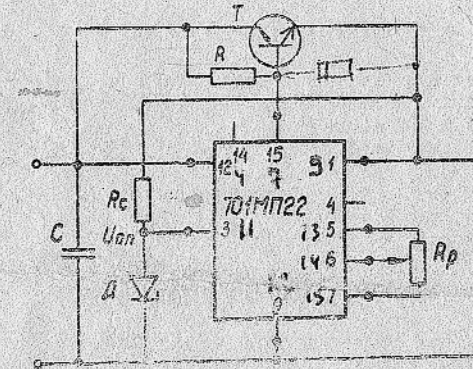

Рис. 4. Схема включения стабилизатора для обеспечения тока нагрузки до 1 А.
4. 4. Стабилизатор можно использовать при токах нагрузки до 1 А. Для этого в схему стабилизатора включается транзистор типа КТ802А или КТ903А. Схема такого включения приведена на рис. 4. Резистор R имеет величину порядка 330 Ом.